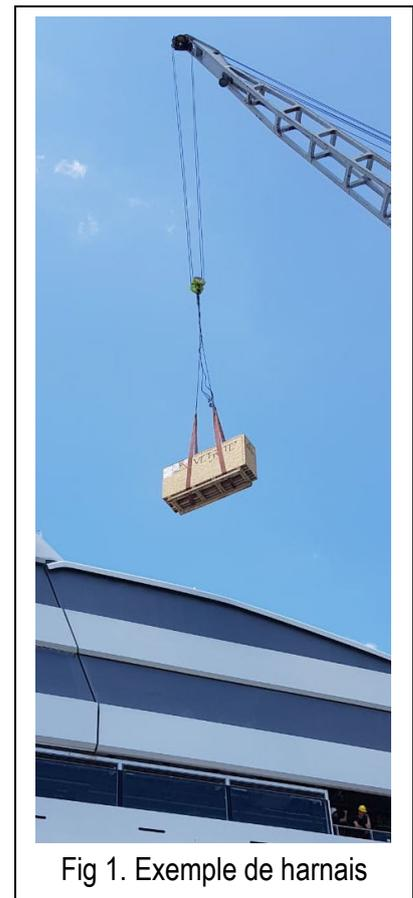

Fig 1. Exemple de harnais
- harnacher et soulever (Fig 1) ;